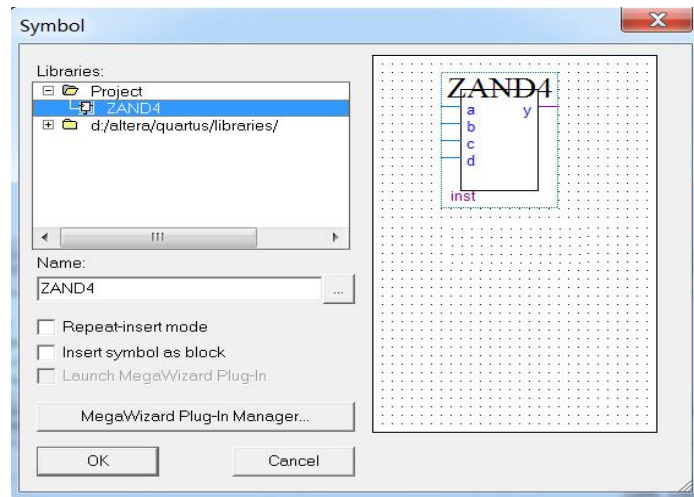

图 1-3-9
(3) 单击“保存”。
**步骤 4:** 生成的元件符号 zand4.bsf 被存入用户库，如图 1-3-9 所示。供当前项目工程中的原理图文件（自己除外）调用，调用方法与器件库中元件的调入方法相同。